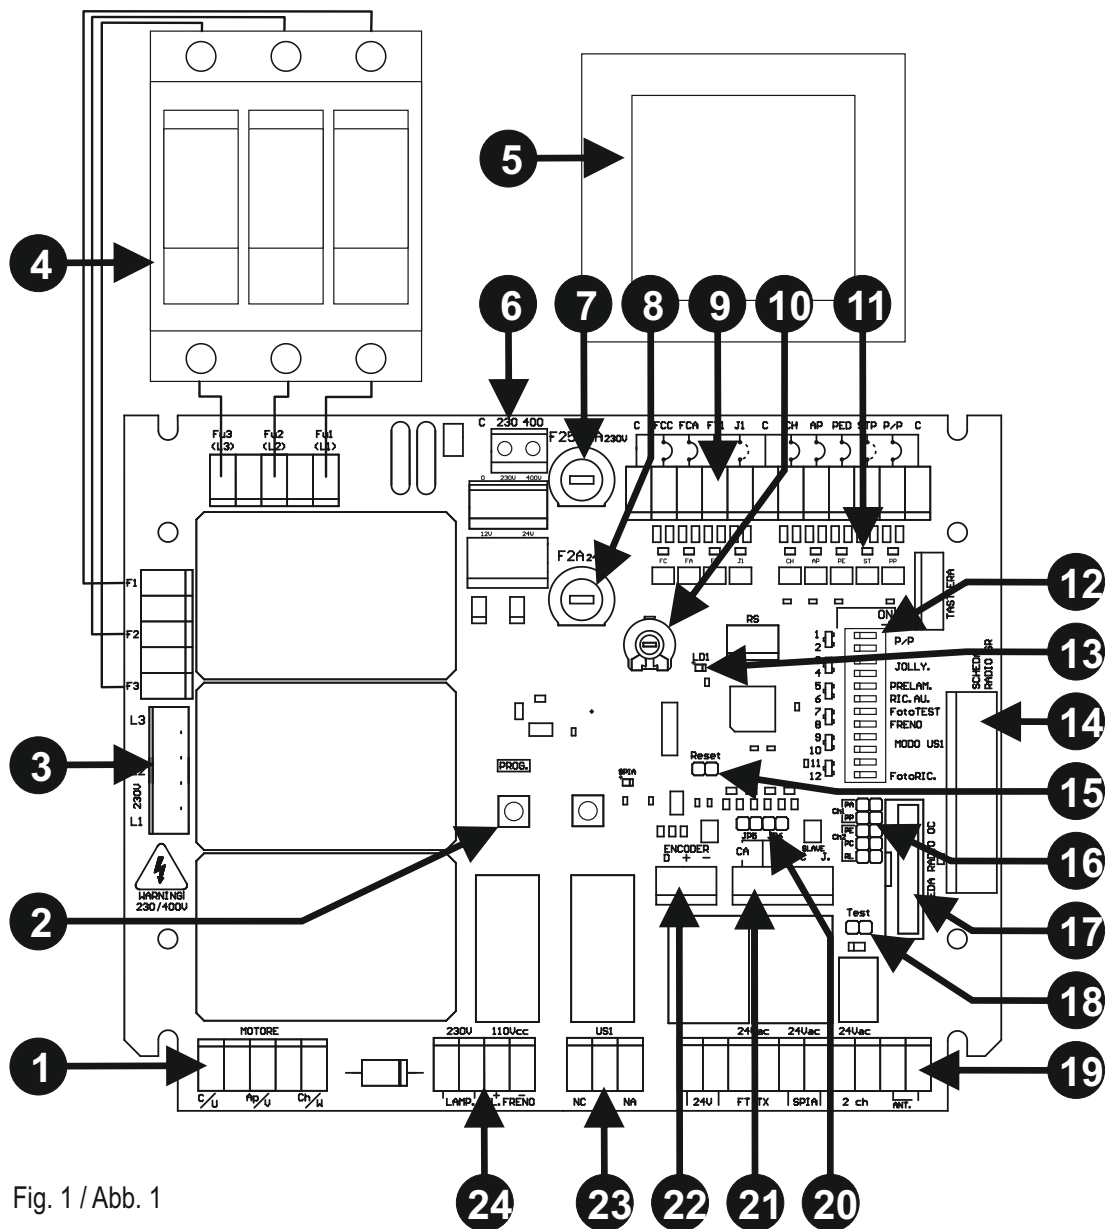

Fig. 1 / Abb. 1
- 4,5,6) Alimente la central, manteniendo pulsado el botón PROG./STOP (detalle 6 de fig.1) durante 3 segundos como mínimo. Se encenderá el led de programación L1. La misma función puede ejecutarse manteniendo pulsado el botón PROG./STOP, cortocircuitando por un instante los contactos de reajuste (detalle 15 de fig.1) y soltando el botón PROG./STOP cuando se encienda el led L1.
- 7) Pulse el botón P/P (detalle 7 de fig.1). El motor comenzará una maniobra de cierre. Si el motor girase en el sentido contrario, corte la alimentación, intercambie las fases del motor y repita el procedimiento.
- 4,5,6) Alimente la central, manteniendo pulsado el botón PROG./STOP (detalle 6 de fig. 1) durante 3 segundos como mínimo. Se encenderá el led de programación L1. La misma función puede ejecutarse manteniendo
pulsado el botón PROG./STOP, cortocircuitando por un instante los contactos de reajuste (detalle 15 de fig. 1) y soltando el botón PROG./STOP cuando se encienda el led L1.
- 4,5,6) Alimente la central, manteniendo pulsado el botón PROG./STOP (detalle 6 de fig. 1) durante 3 segundos como mínimo. Se encenderá el led de programación L1. La misma función puede ejecutarse manteniendo pulsado el botón PROG./STOP, cortocircuitando por un instante los contactos de reajuste (detalle 15 de fig. 1) y soltando el botón PROG./STOP cuando se encienda el led L1.
- 3,4,5) Alimente la central, manteniendo pulsado el botón PROG./STOP (detalle 6 de fig. 1) durante 3 segundos como mínimo. Se encenderá el led de programación L1. La misma función puede ejecutarse manteniendo pulsado el botón PROG./STOP, cortocircuitando por un instante los contactos de reajuste (detalle 15 de fig. 1) y soltando el botón PROG./STOP cuando se encienda el led L1.
Las diferentes opciones descritas se seleccionan con el dip-switch funciones (detalle 11 de fig.1)
- 2) Efectuar un reset desconectando y conectando de nuevo la alimentación a la unidad central o cortocircuitando durante pocos segundos los pin de RESET (detalle 15 de la fig. 1). La tecla PROG./STOP tiene que mantenerse todavía pulsada.
- With the photo test enabled and the control unit in standby, the photocell transmitters are not powered and the FT1 input is open (LED off). Operation of the photocells may still be checked in this condition by short-circuiting the test jumper (part.18 di Fig 1).
### USING THE OC2 RECEIVER (det. 17 fig. 1)